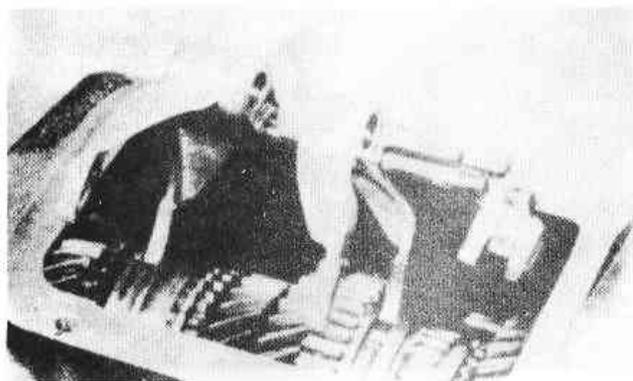

Рис.6.7. Снятие вилок механизма переключения передач — коробка передач типа С (Разд.3)
20. Включите вторую передачу, нажмите на рычаг включения заднего хода по направлению назад и выньте обе вилки селектора (Рис.6.7).